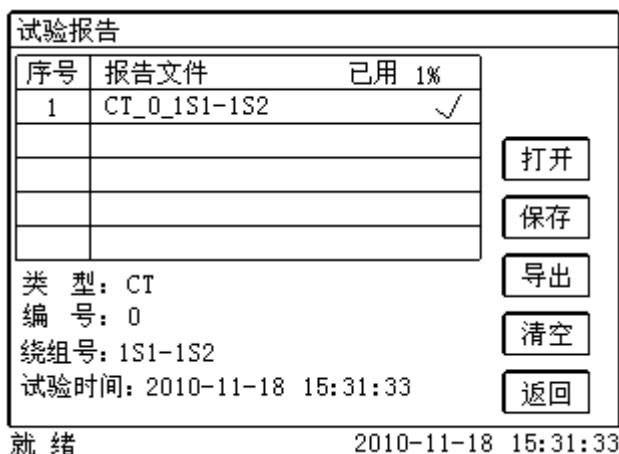

图 2.9 打开试验报告界面
**报告**界面，如图2.9。选择打开某个试验报告，该报告的参数信息和数据会显示到各个页的对应栏目中。